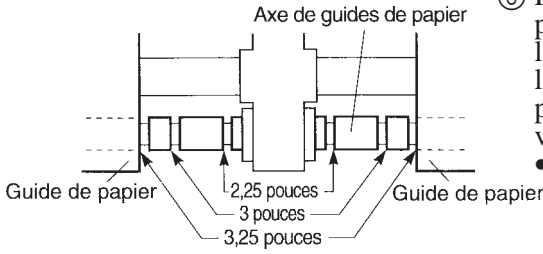

Fig. 2-3 Positionnement des guides de papier (SP312)
⑤ Réglez la position des guides de papier gauche et droit. Veillez à laisser un espace de 0,5 mm entre l'extrémité du guide et du papier, puis bloquez le levier de verrouillage.
- Pour régler la position des guides de papier, placez les anneaux d'arrêt dans les espaces sur l'axe des guides de papier qui correspondent à la largeur du papier à charger (voyez la figure 2-3).
⑥ Mettez le commutateur d'alimentation de l'imprimante sur la position de marche.
⑦ Coupez l'extrémité du papier en veillant à couper droit.